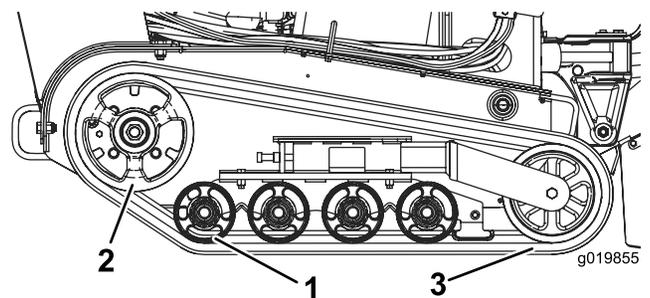

Bild 44
Wichtig: Reinigen Sie die Straßenräder und das Antriebsrad gründlich (**Bild 44**). Die Straßenräder sollten sich in sauberem Zustand ungehindert drehen.
8. Legen Sie die neue Kette, beginnend beim Antriebsrad, um das Rad und stellen Sie sicher, dass die Stollen an der Kette zwischen die Distanzstücke am Kettenrad passen (Bild 44).
9. Drücken Sie die Kette unter und zwischen das hintere und mittlere Straßenrad (Bild 44).